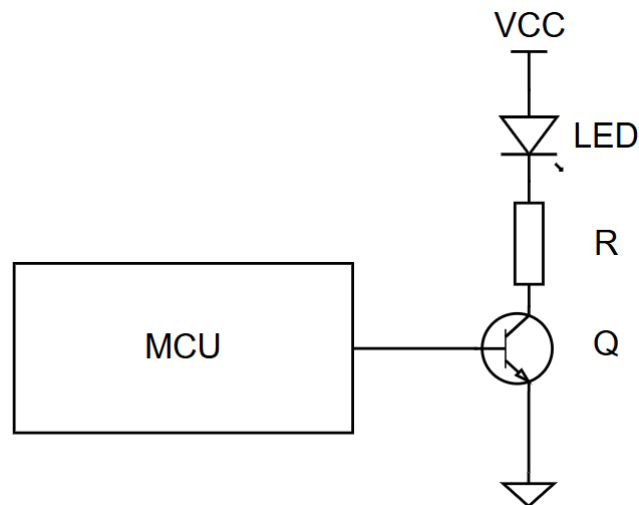

图 1. LED 指示的驱动方案
1. LED 指示：LED 指示在家电中应用最为广泛，指示灯通过打开或关闭即可指示不同状态，以电视机为例，上电时指示灯闪烁，待机时指示灯常显，有操作指令时指示灯闪烁。这种应用的驱动电路最容易设计，如图 1 所示。